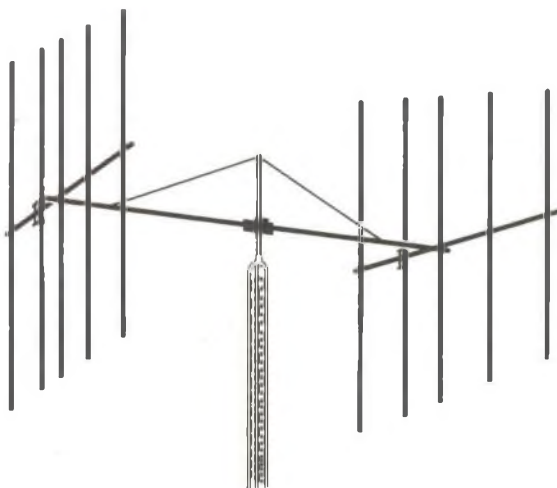

Fig. 10 - Sovrapponendo due fasci nello stesso piano, si ottiene un aumento di guadagno di 3 dB.
**Sovrapposizione** - La potenza effettiva irradiata può essere raddoppiata (un guadagno di 3 dB in più) se antenne direzionali vengono sovrapposte. La *fig. 10* mostra un grande sistema d'antenna composto di due fasci a cinque elementi sovrapposti (si noti che entrambi i fasci sono polarizzati verticalmente). Con tale sistema si ottiene un guadagno totale di 17,1 dBi, ossia 14,1 dBi (guadagno di un solo fascio a cinque elementi) più 3 dB per la sovrapposizione. Ciò significa che la potenza effettiva irradiata da questo sistema, se pilotato da 4 W (trascurando le perdite nella linea di alimentazione), sarà di 205 W. Una tale installazione richiede però molto spazio e può influenzare le ricezioni dei vicini.